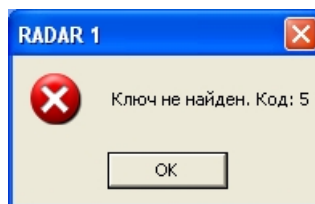

Рис. 1. Информационное окно с сообщением об ошибке ключа электронной защиты «Guardant»
1. При настройке программного комплекса «Авто-Интеллект» в случае различия конфигурации системы и используемого ключа «Guardant» появляется информационное окно с ошибкой, содержащее сообщение «Ключ не найден. Код: 5» (см. Рис. 1).